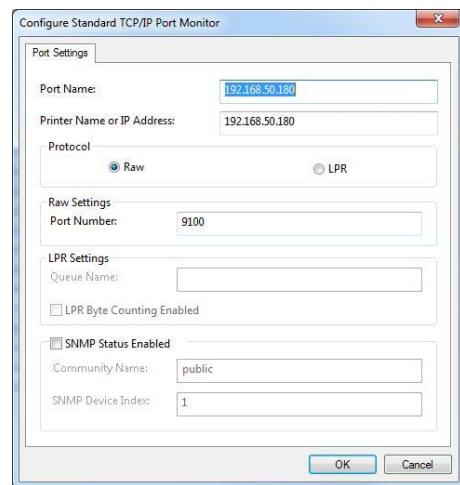

Abbildung 43: Benutzerdefinierte Einstellung des Druckeranschlusses
- Geben Sie bei "Portnummer" die selbe Nummer ein, die auch im Drucker eingestellt ist. Stellen Sie das protokoll auf "RAW" Dann klicken Sie auf "OK". (Siehe Abbildung 43. Diese Abbildung zeigt nur eine Beispielhafte IP Adresse. Stellen Sie sicher dass Sie die richtige IP Adresse ihres Druckers eingeben).